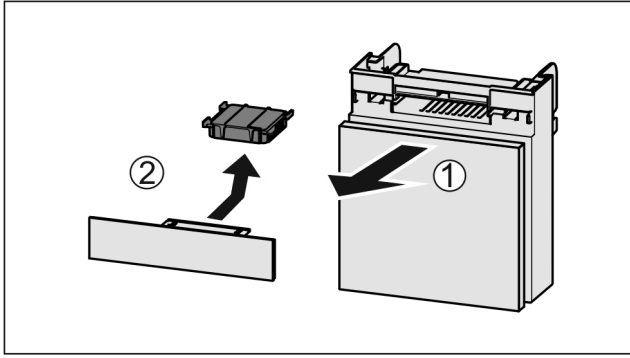

Fig. 128
- ▶ Extrageți Fig. 128 (1) compartimentul către înainte.
- ▶ Scoateți Fig. 128 (2) filtrul de cărbune activ.